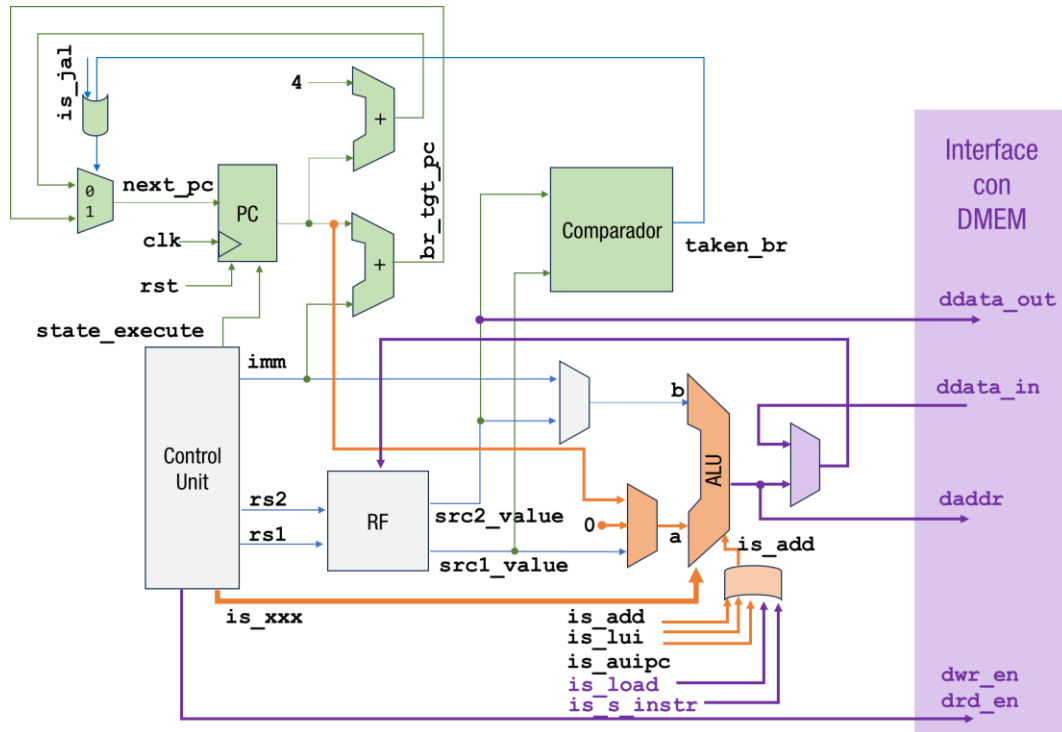

Figura 16. Modificaciones para incluir el soporte de las instrucciones LOAD/STORE en el procesador RISC-V
Según lo indicado anteriormente, debe incluir los siguientes cambios en su implementación, los cuales se muestran en la Figura 16, en color morado:
- El bus de datos de entrada (**ddata_in**) se usa sólo en la instrucción LOAD. Este valor se debe almacenar en el register file en el registro apuntado por rd. Si revisa la actual implementación de register file, la salida de la ALU se conecta directamente al register file, pero esto debe cambiar. Si la instrucción es LOAD, debe almacenar en el register file el valor que esté en el bus **ddata_in**. Para otra instrucción debe guardar **alu_out** en el RF. Por lo tanto, debe adicionar un MUX para generar la entrada al register file como muestra la Figura 16.
Además del cableado de la Figura 16, hay que hacer una modificación para la que función LOAD funcione. El problema reside en que algunas memorias SRAM son sincrónicas, por lo que requieren un ciclo de reloj para guardar y entregar los datos, lo cual implica que tengamos que añadir un nuevo ciclo de ejecución en nuestro microprocesador, de lo contrario el dato de entrada al RF no estará listo cuando se ejecuta una instrucción LOAD. En la siguiente tabla se muestra lo que se hace en cada ciclo de reloj: